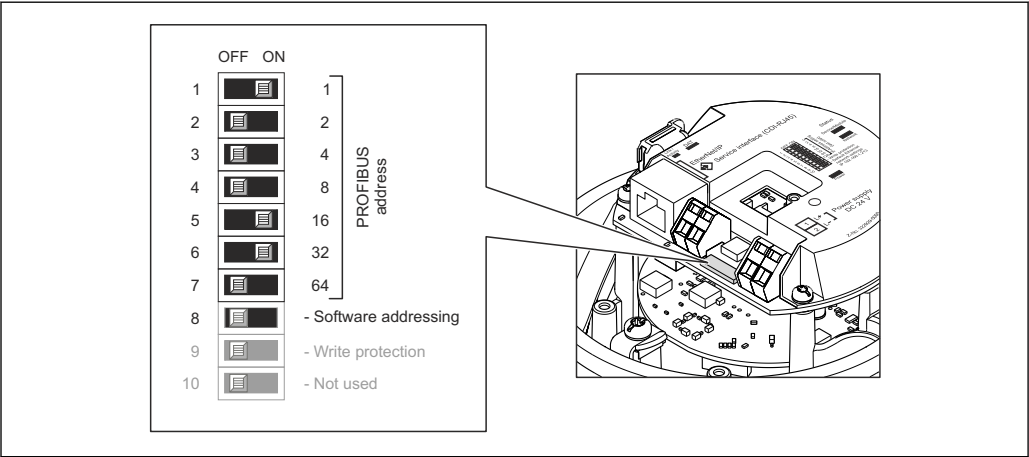

图 8 通过 I/O 电子模块上的 DIP 开关设定地址
- 实例→ 图 8, 图 28: $1 + 16 + 32 = \text{设备地址 } 49$